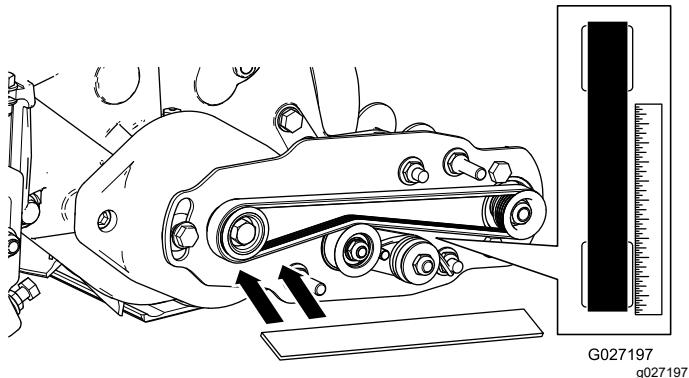

图 16
- 沿着驱动皮带轮的外面放置直尺 图 16。切勿把直尺穿过驱动皮带轮和从动皮带轮。